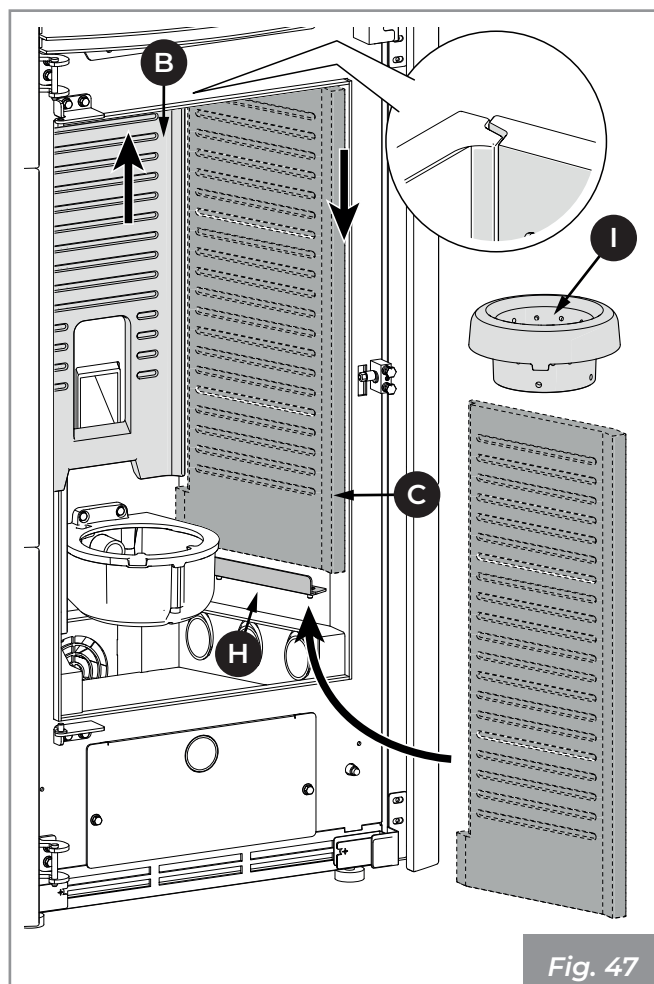

Fig. 47
- Positionner la plaque réfractaire de droite (**C**) dans la chambre de combustion (**Fig. 47**) en soulevant légèrement la plaque de fond (**B**).